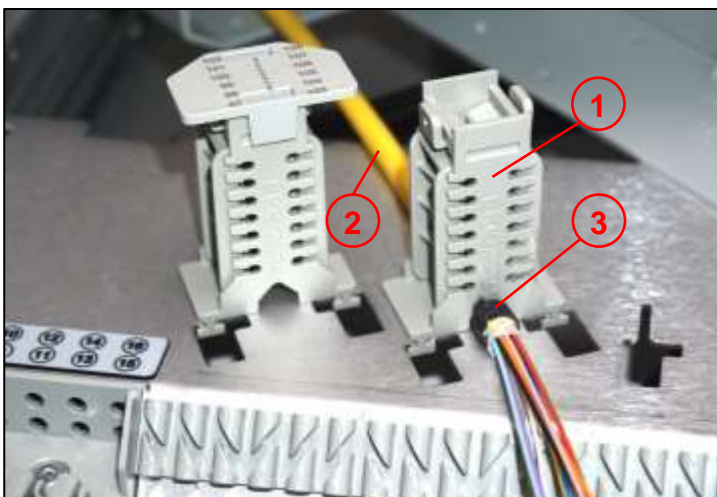

Abb. 38
- Maximale Endposition wie auf **Abb. 38** dargestellt.